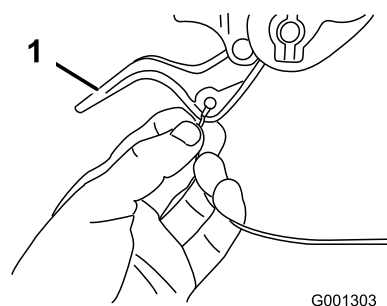

Figura6
2. Poziționați fie capătul stâng al cablului, fie capătul drept peste mânerul inferior și introduceți capătul de cablu în orificiul din levierul ambreiajului de roată corespunzător (Figura6).